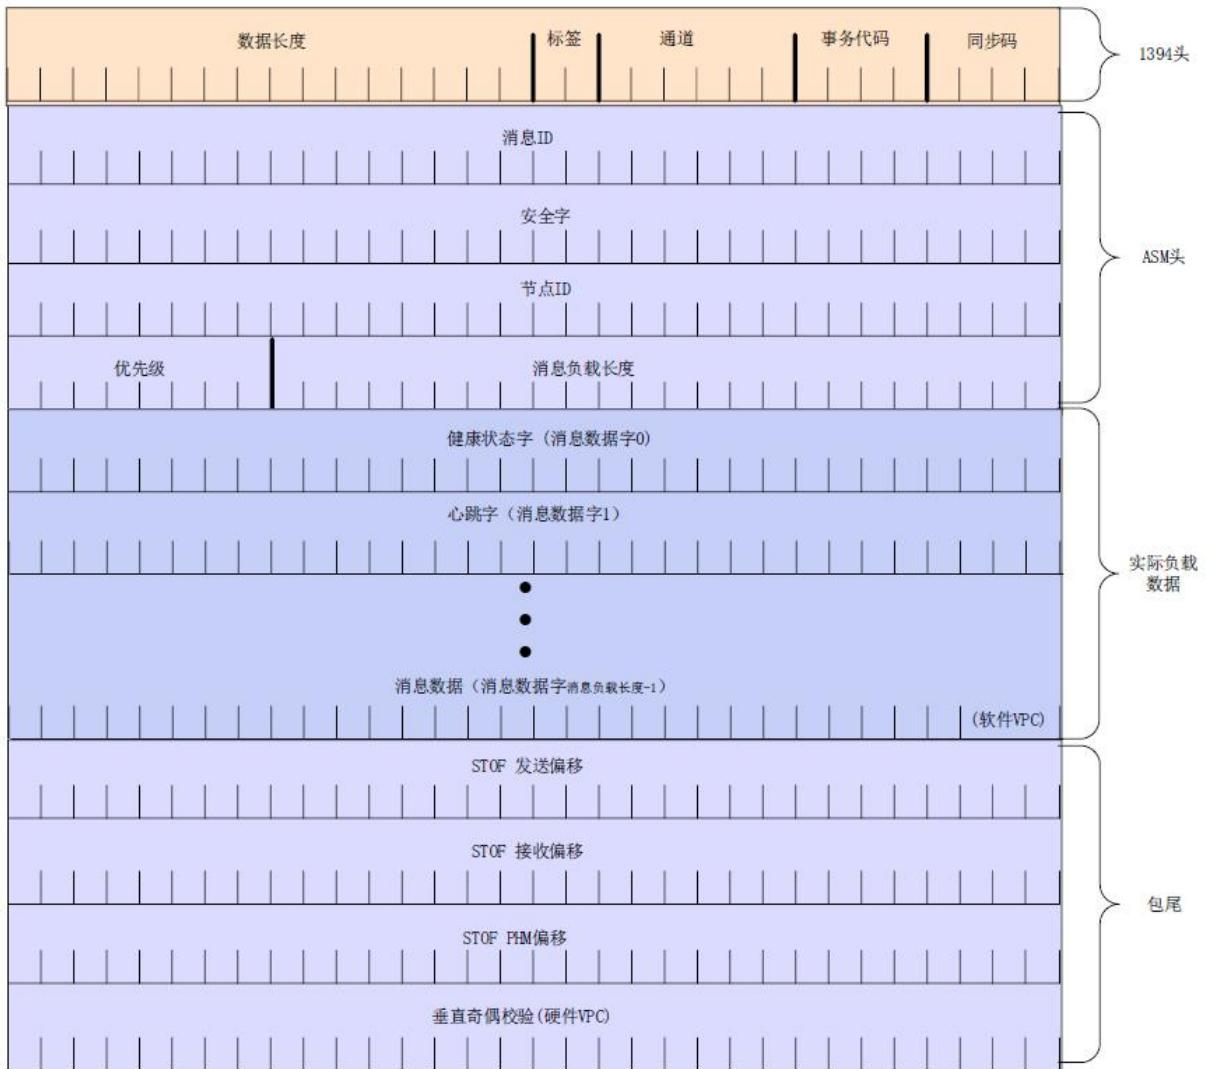

图 2 发送数据区格式
- `pbuf`: 待更新的 ASM 数据缓冲区地址, 其格式如图 2 所示
功能说明：获取接收缓冲区中的索引数据本身的地址，其值为相对于本缓冲区首地址的偏移地址，缓冲区中数据的格式参见图 2 发送数据区格式。